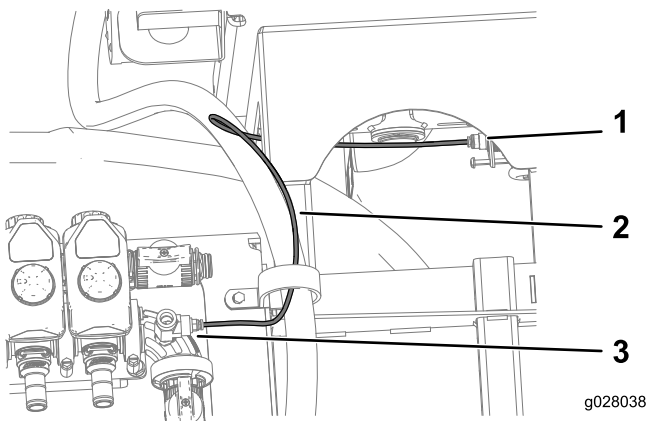

図 15
8. 水圧トランスデューサの配線をT字フィッティングと水圧計のカップラのバルブに接続する 図 15。